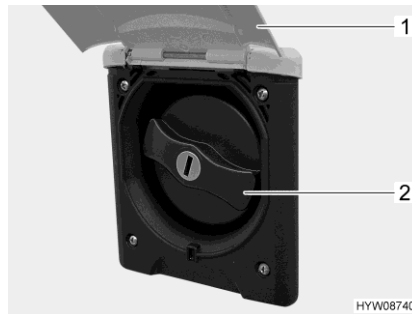

Fig. 204 Coperchio (bocchettone di riempimento dell'acqua potabile)
- Sollevare lo sportello esterno (Fig. 204,1).
- Ruotare il coperchio blu (Fig. 204,2) di un quarto di giro.